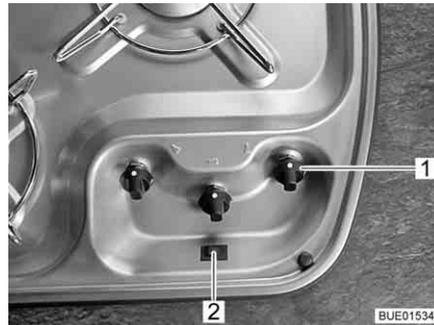

Fig. 208 Boutons de commande pour le réchaud à gaz
- Tourner le bouton tournant (Fig. 208,1) du brûleur désiré en position d'allumage (grande flamme).
- Appuyer sur le bouton d'allumage (Fig. 208,2). Le brûleur produit des étincelles.